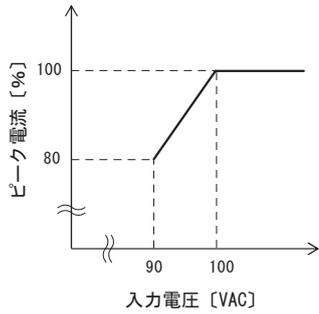

図8.2 入力電圧による出力ピーク電流
- ・  $I_p \leq$  定格ピーク電流 [A] 図 8.2 参照